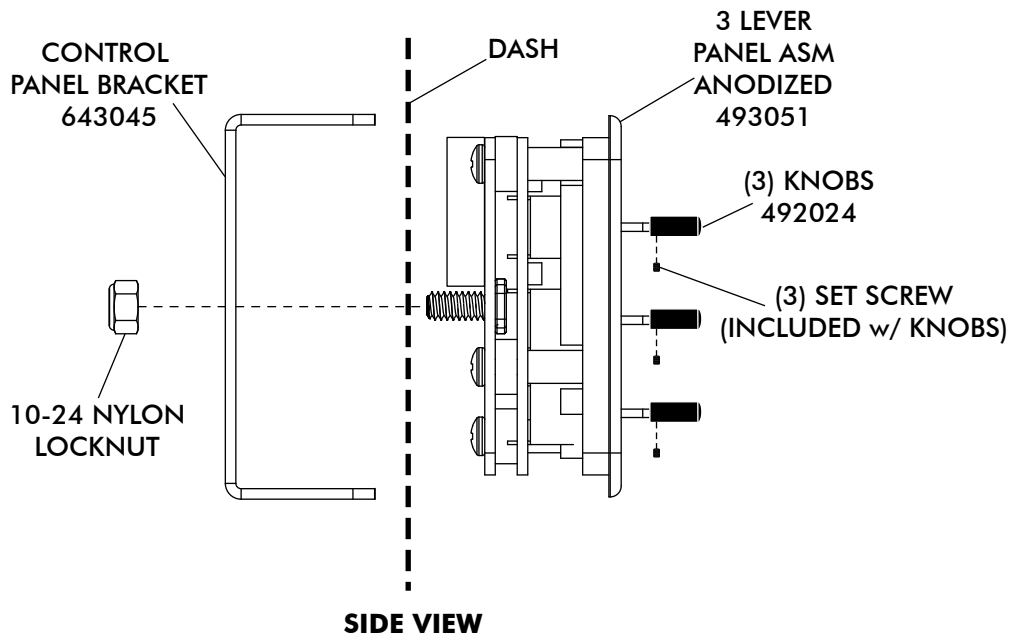

FIGURE 1
- INSTALL 3 LEVER PANEL ASM IN DASH BY PLACING CONTROL PANEL BRACKET BEHIND DASH AND SECURE TO THE 3 LEVER PANEL ASM USING 10-24 NYLON LOCKNUT. (SEE FIGURE 1 BELOW)